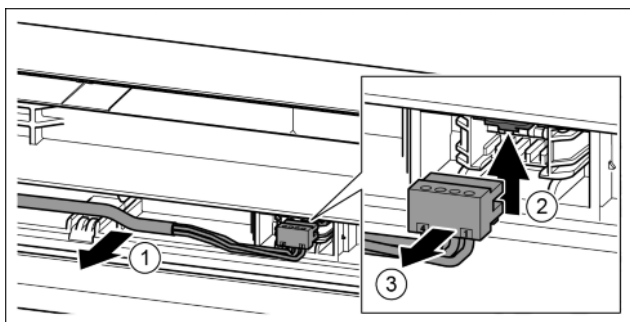

Fig. 19
- ▶ Sivý kábel opatrne uvoľnite z vedenia vo dverách. Fig. 19 (1)
- ▶ Strmeň potlačte nahor. Fig. 19 (2)
- ▶ Opatrne vytiahnite zástrčku. Fig. 19 (3)